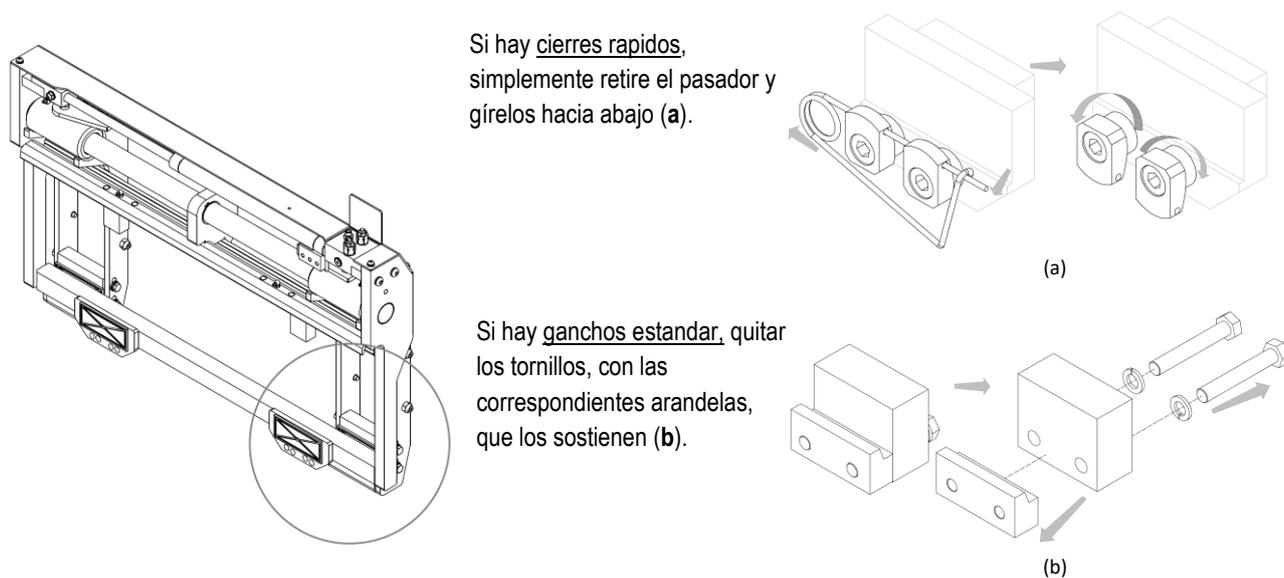

Figura 3
5. Quitar los ganchos inferiores del implemento y lubricar las deslizaderas (mira Figura 3).